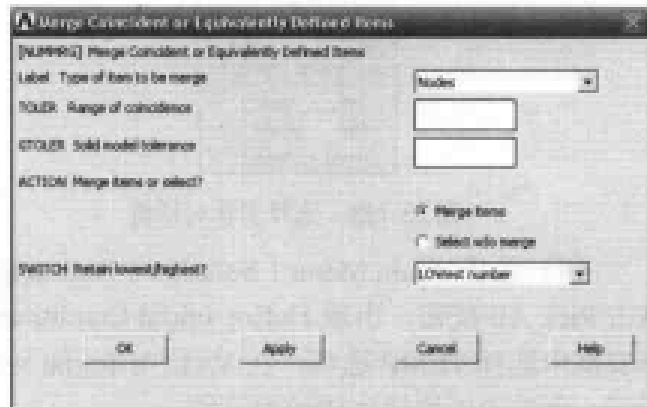

图 13-136 合并实体对话框
(11) 选择 Main Menu | Preprocessor | Numbering Ctrl | Merge Items 命令, 出现 Merge Coincident or Equivalently Defined Items 对话框, 参照图 13-136 对其进行设置, 单击 OK 按钮关闭该对话框。